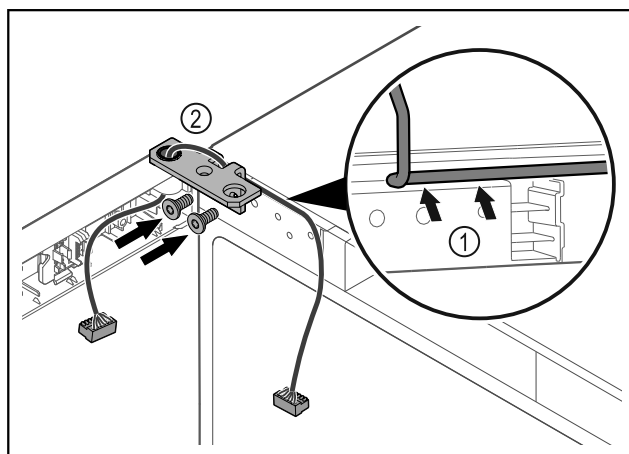

Fig. 47
- Introdurre il cavo nel foro della cerniera angolare e posarlo con cautela Fig. 47 (1).
- Avvitare la cerniera angolare Fig. 47 (2).